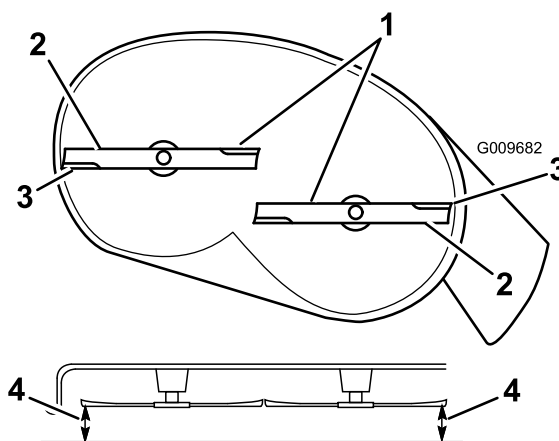

Figura 49
- Gire cuidadosamente las cuchillas hasta que estén todas orientadas lateralmente (Figura 49).
5. Mida entre los bordes de corte exteriores y la superficie plana (Figura 49). Si hay una diferencia de más de 5 mm (3/16 pulg.) entre ambas dimensiones, se requiere un ajuste; siga con este procedimiento.